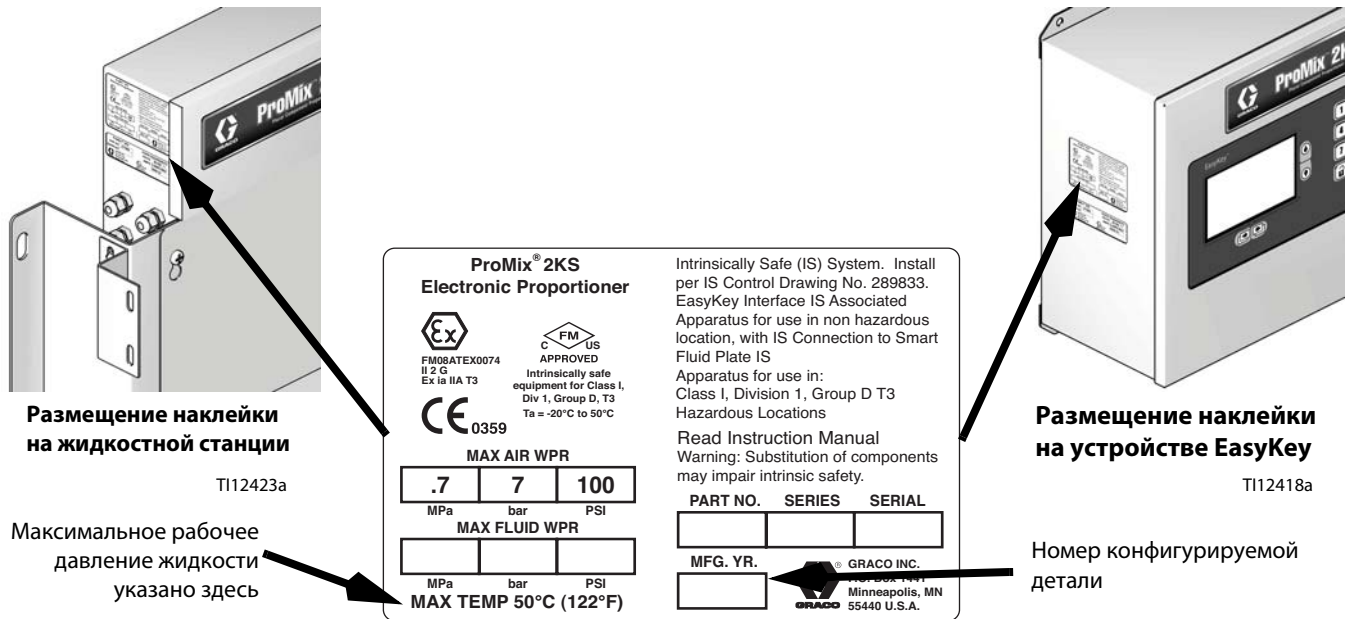

Рис. 1: Идентификационная наклейка
Сведения о сертификации оборудования приведены на следующих наклейках, прикрепленных на жидкостную станцию и устройство EasyKey™. Расположение наклеек см. на Рис. 1, стр. 5.
Номер конфигурируемой детали оборудования напечатан на идентификационных наклейках оборудования. Размещение идентификационных наклеек см. на Рис. 1. Номер детали включает по одной цифре из каждой из шести следующих категорий, в зависимости от конфигурации вашей системы.
**Информацию о максимальном рабочем давлении см. на идентификационной наклейке на устройстве EasyKey или жидкостной станции. См. Рис. 1.**